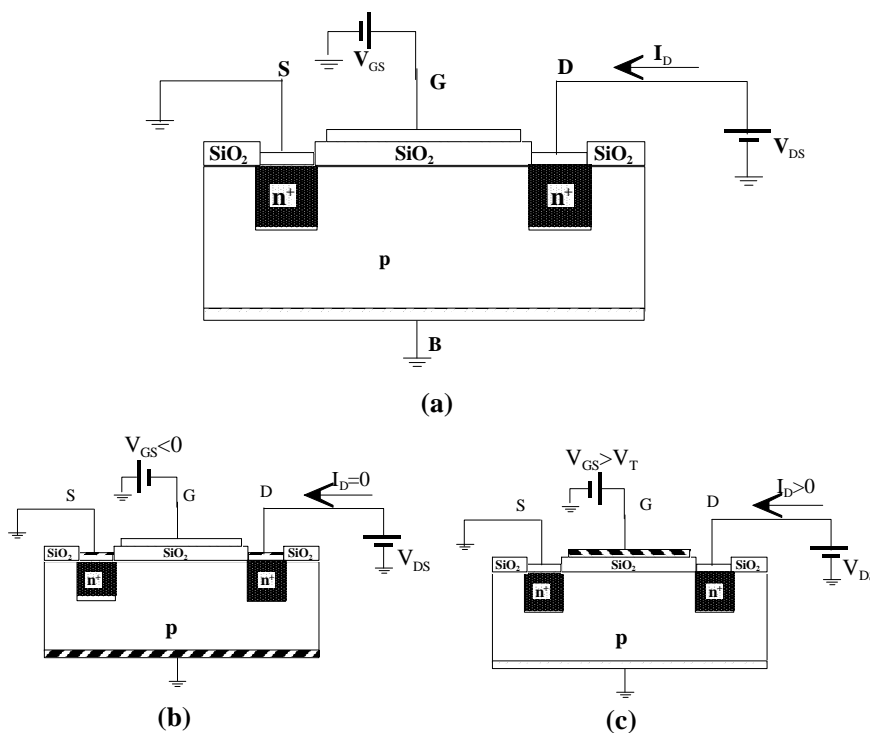

Figura 2.28 Estructura básica y condiciones de polarización para realizar el estudio
El terminal de puerta (G), al igual que en la capacidad MOS, está formado por un plano metálico (polisilicio, generalmente) y está separado del semiconductor (sustrato) por una fina capa de aislante ( $SiO_2$ ) (ver figura 2.28).
Para ver el funcionamiento cualitativo de los transistores MOSFET de acumulación se va a utilizar un transistor canal  $n$ . En la figura 2.28 se muestra la estructura básica y las tensiones de los diferentes terminales. Obsérvese que en este caso al tratarse de un transistor canal  $n$  los portadores mayoritarios son los electrones, por tanto considerando que  $V_{DS}$  es positiva la corriente (huecos) fluye en el sentido indicado en la figura 2.28, o lo que es lo mismo, por el terminal D salen ("drena") electrones. También se puede ver que en este caso el diodo que se forma entre fuente (S) y sustrato (B) está cortocircuitado, por lo que no existe posibilidad de que se polarice en directa, en cuanto a la unión drenador (D)-sustrato (B) estará polarizada en inverso, siempre y cuando  $V_{DS} \geq 0$ .
Antes de analizar la variación de la corriente de drenador ( $I_D$ ) con las tensiones  $V_{DS}$  y  $V_{GS}$  se van a mostrar las diferentes situaciones que se pueden presentar en la interfaz óxido semiconductor  $p$  (sustrato) dependiendo de la polaridad y valor de la tensión de puerta  $V_{GS}$ , tal como se puso de manifiesto en el estudio de la capacidad MOS. Para el caso de la figura 2.28, donde el sustrato es  $p$  se pueden presentar las siguientes situaciones significativas:
3.  $V_{GS} > V_T$ , esta situación coincide con la de inversión (recuérdese el estudio de la capacidad MOS), por lo tanto en la interfaz óxido-semiconductor (semiconductor del sustrato) se acumulan electrones (se produce la inversión) lo que hace que las dos zonas **n+** queden unidas por otra zona también **n** (figura 2.28.c). En estas condiciones puede existir corriente entre D y S cuyo valor depende del valor de  $V_{GS}$  y de  $V_{DS}$ . La zona de inversión que se produce entre las dos zonas **n+** se denomina canal. Como se puede observar, al hacer funcionar a la capacidad MOS en la zona de inversión puede existir corriente entre D y S gracias a esa zona de inversión, es como si se abriera un canal entre las dos zonas (islas) **n+**. Obsérvese que cuando se forma canal éste es de tipo **n**, por ello el transistor se denomina canal **n**.